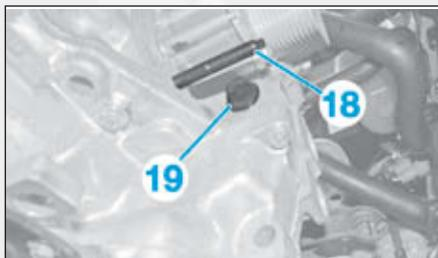

FIG.10
- le goujon (18) et la vis (19) (Fig.10).